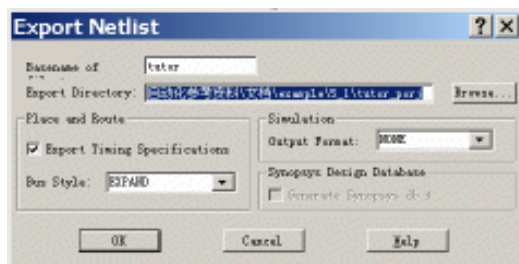

图4-68 生成网表对话框
- (1) 用鼠标右键激活 Chips 窗口中经过优化后的目录树，然后单击工具栏中的按钮，或者从弹出菜单中选择【Export Netlist】命令。弹出输出网表对话框，如图 4-68 所示。